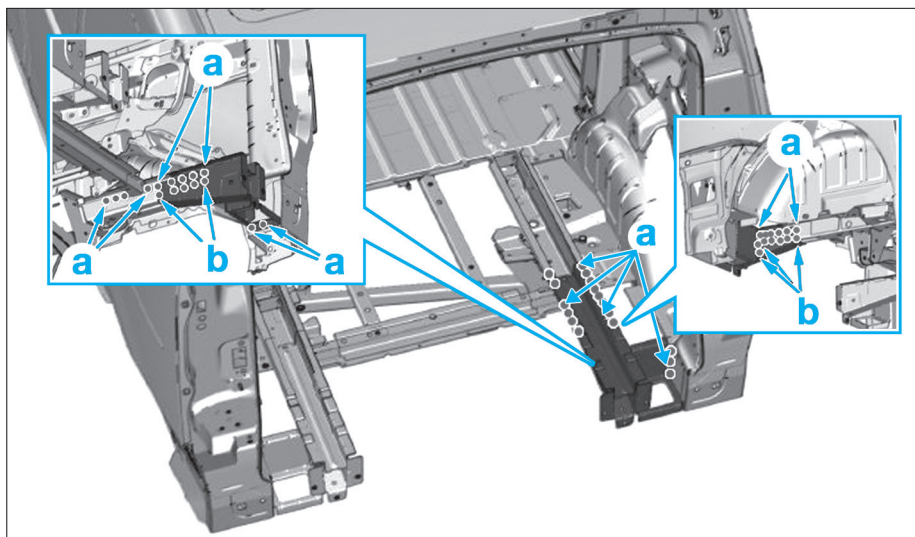

FIG. 114
- Souder par points électriques en (a) (Fig.114).